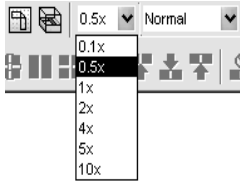

Рис. 4.16
5. В поле ввода **Grid Spacing** на панели инструментов (рис. 4.16) введите множитель **0.5x**, чтобы размер клеток сетки сделать равным 0.05 мм.